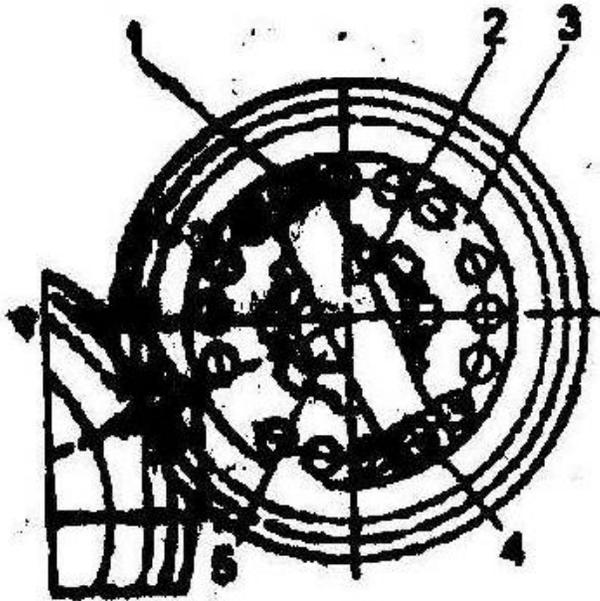
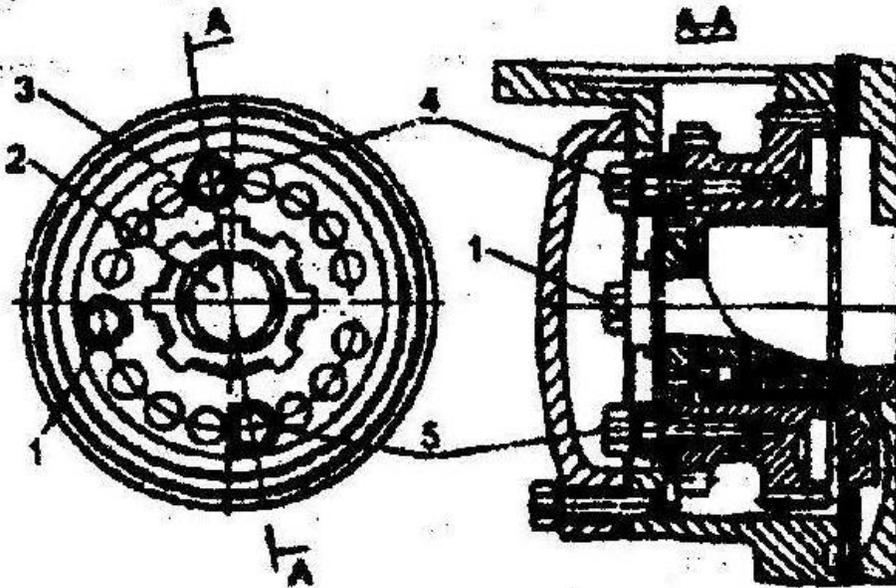

Рис. 47. Регулировка угла начала подачи топлива на двигателе Д-243
Рис. 48. Регулировка угла начала подачи топлива на двигателе Д-245
- снимите крышку люка, на двигателе Д-243 выверните болты 1 и 4 крепления планки 2 (рис. 47) и снимите планку, а на двигателе Д-245 выверните болты 3 и 5 (рис. 48) и отпустите болт 1 на 1/2-1 оборот (выворачивать полностью не надо);